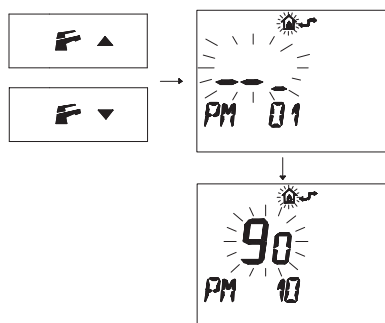

Figura 5.55
- Premere i pulsanti or per visualizzare la programmazione "**PM10**" selezione della frequenza di accensione (Figura 5.55).
Nella Figura 5.55 si visualizza un SET programmato di **90** corrispondente ad un tempo di riaccensione di 3 minuti circa.